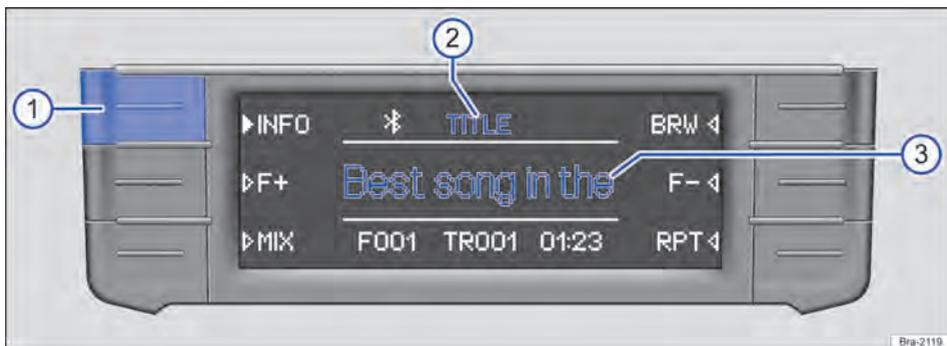

Fig. 147 Exemplo de exibição na operação de mídia: informações das faixas de um CD de MP3 em execução.
Em CDs de áudio sem texto de CD, na linha central do display → Fig. 147 ③ é exibido somente **TRACK** e o número da faixa conforme a sequência na unidade de armazenamento de dados.
No centro da linha superior do display é exibido o tipo da informação de faixa selecionada, por exemplo, **TITLE** → Fig. 147 ②.
- Pressionar brevemente o botão de função **[INFO]** → Fig. 147 ① para trocar o tipo da informação exibida da faixa. **>**
| Exibição → Fig. 147 ② | Informação da faixa → Fig. 147 ③ |